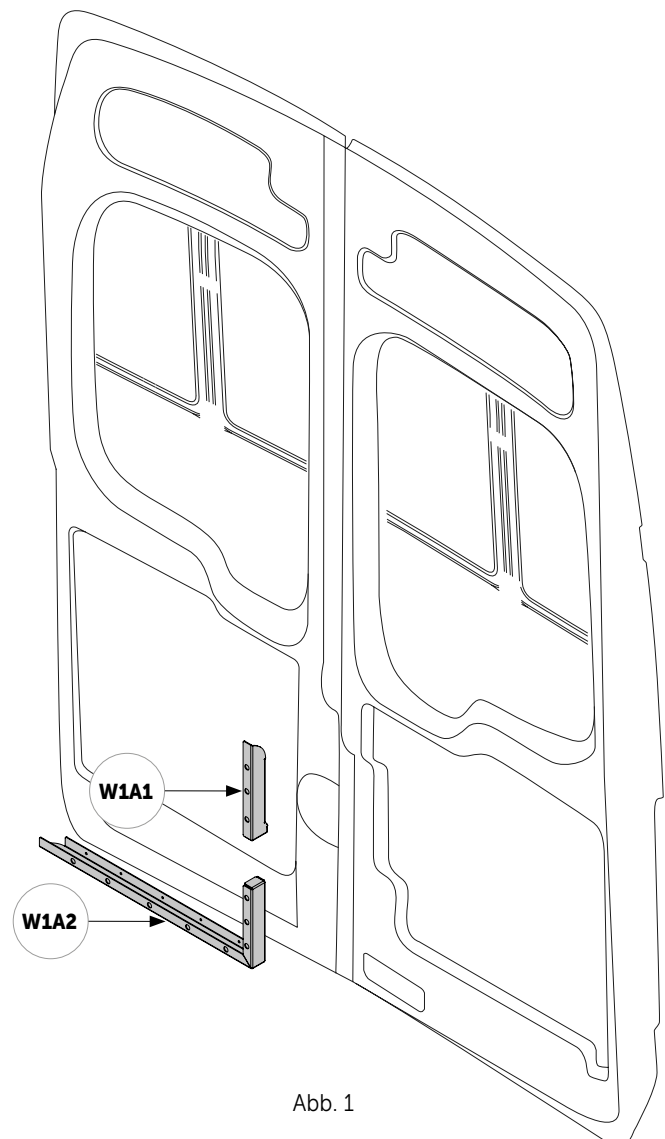
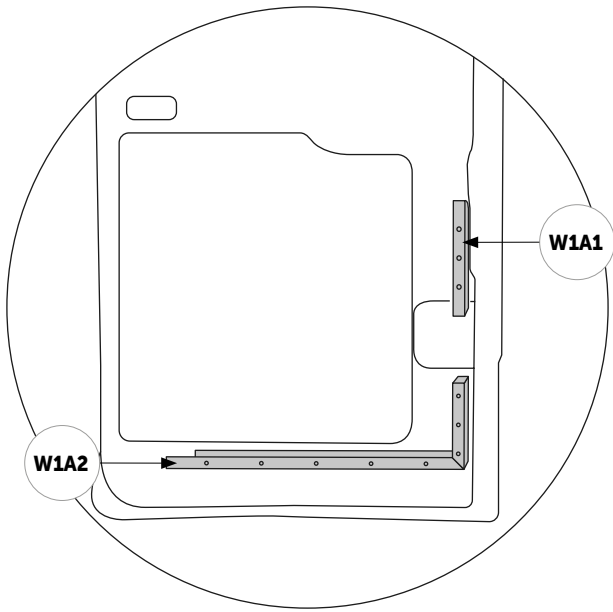

Abb. 1
Abb. 2
1. **W1A1** wird in der unteren Aussparung (Abb. 1) so montiert, dass es bündig mit der Seite der Tür (Abb. 2) und bündig mit der Kante der Tür (Abb. 3) abschließt. Markiere die Positionen der Schraubenlöcher. Bohre die Löcher und schraube dann **W1A1** ein.
2. Das **W1A2**-Element wird unterhalb des Griffbereichs montiert. Stelle **W1A2** so ein, dass es mit dem zuvor installierten **W1A1** auf gleicher Höhe ist (Abb. 2). Markiere die Positionen der Schraubenlöcher. Bohre Löcher und schraube dann die Bewehrung ein – Element **W1A2**.